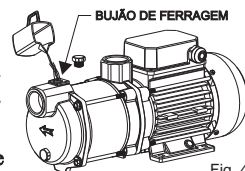

Fig. 4
- Encha completamente de água o corpo da bomba e a tubagem de aspiração, através do bujão de ferragem (Fig. 4), assegurando-se de que não existe nenhuma junta ou união com fugas.